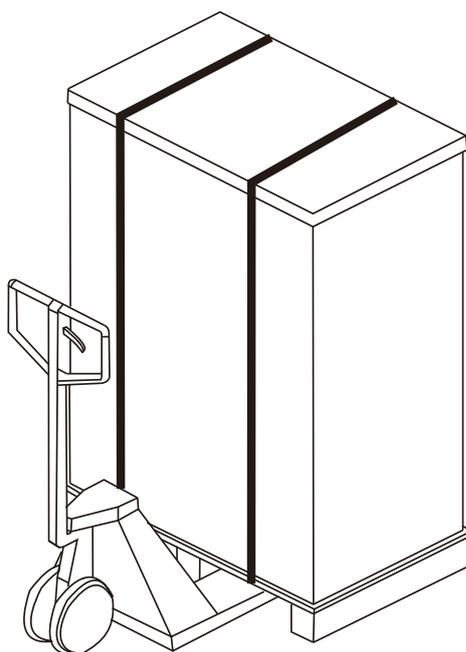

Figure 2-1
1. Utilisez un chariot-élévateur pour déplacer le produit dans la zone d'installation. Reportez-vous la figure 2-1. Veuillez vérifier que les limites de charge du chariot-élévateur sont suffisantes.